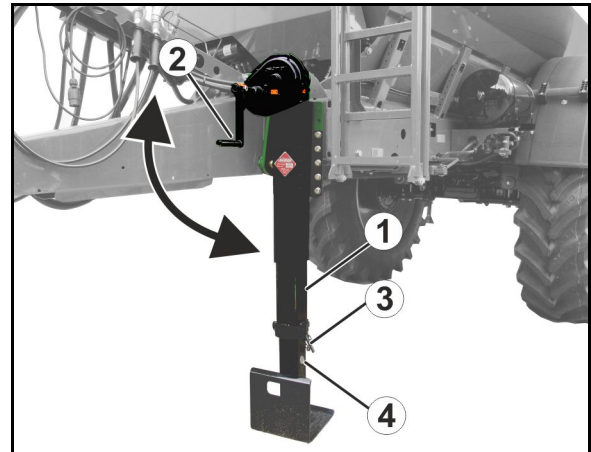

Bild 42
1. Veva upp stödfoten (Bild 42/1) med handveven (Bild 42/2) uppåt till anslag.
2. Dra ur bulten (Bild 42/3) från stödfoten.
4. Sätt in bulten i den undre hålet (Bild 42/4) och säkra den.
1. Håll fast stödfotens innerdel och dra ut bulten (Bild 42/3) ur stödfoten.
4. Veva stödfoten (Bild 42/1) med handveven (Bild 42/2) nedåt till anslag tills gaffeldraget av avlastat